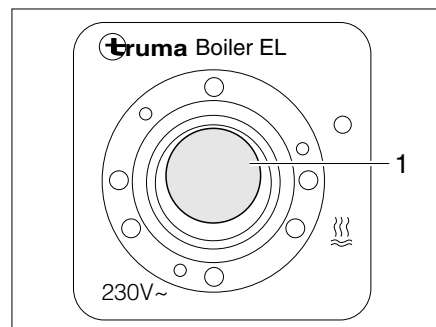

Bild 123 Kippschalter für Truma Boiler (230-V-Elektrobetrieb)
- Den Kippschalter (Bild 123,1) einschalten. Die Kontroll-Leuchte im Schalter leuchtet. Das Wasser im Boiler wird auf 65 °C aufgeheizt.
- Den Kippschalter (Bild 123,1) auf "○" stellen. Die Kontroll-Leuchte im Schalter erlischt.
- An der Bedieneinheit (Bild 122) den Drehschalter (Bild 122,3) auf "○" (Bild 122,4) stellen bzw. den Kippschalter (Bild 123,1) auf "○" stellen.